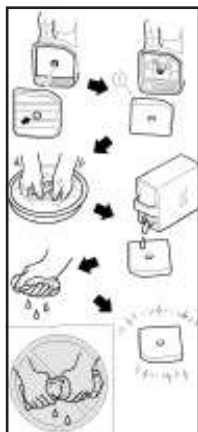

Рис. 11
- Извлеките фильтрующий элемент (1, рис. 11).